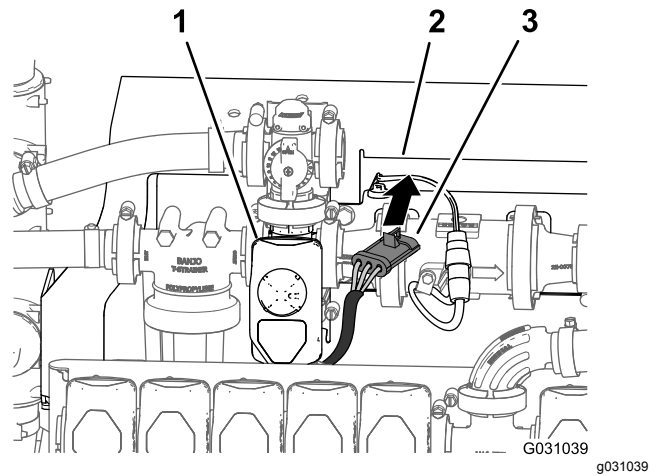

图 102
- 将搅拌阀线束的 3 针接头放在歧管安装架的前面图 102。